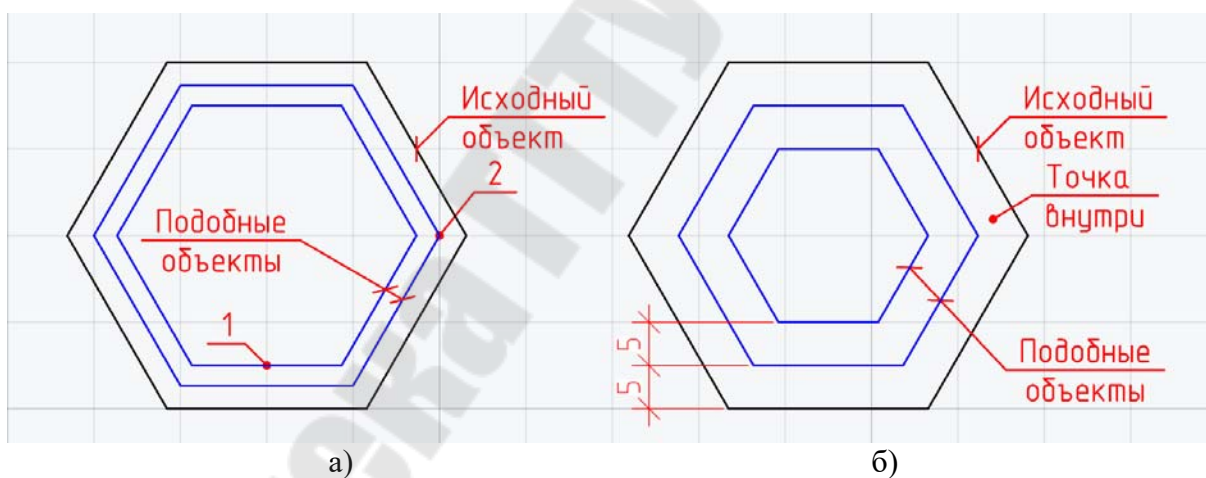

Рис. 3.202 Построение нескольких подобных объектов: а) проходящих через заданные точки; б) смещенных относительно исходного объекта
Пример 22. Для шестигранника (рисунок 3.202, а) создадим два подобных, которые проходят через точки (1) и (2).
Пример 23. Для шестигранника (рисунок 3.202, б) создадим два подобных, смещенных относительно исходного объекта на 5 мм в его внутреннюю область.